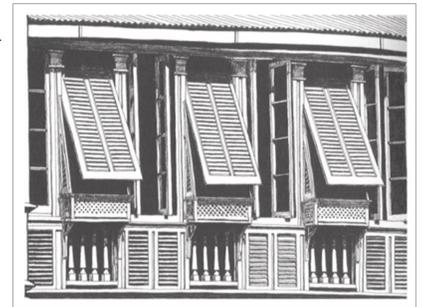

Fig.2
- Romanillas y celosías para el manejo de la iluminación y la ventilación. (Ver Fig: 2)
- Madera como material constructivo predominante. (Ver Fig: 2,3,4 y 5)